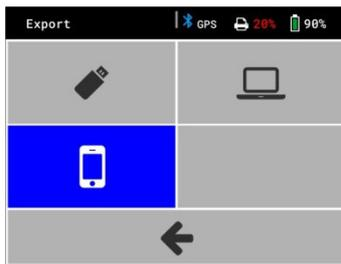

Bild 27
- Im Messgerät unter dem Menü Messdaten  / Export  den Übertragungsmodus  wählen (Bild 27) und mit  bestätigen.